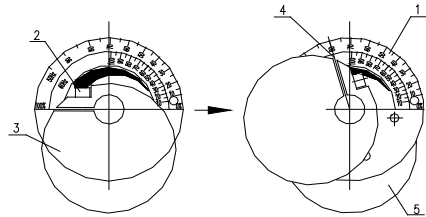

图 12 圆形偏心块激振力调整
4、振动电机圆形偏心块激振力的调整（见图 12）
4.3 设原最大激振力为 F_c ，当偏心块槽口中心线与圆形偏心块指示牌 50Hz 的“80%” 刻度线对准时，则调整后的激振力为 50Hz 的 $F_c \times 80\%$ ，详见图 12。